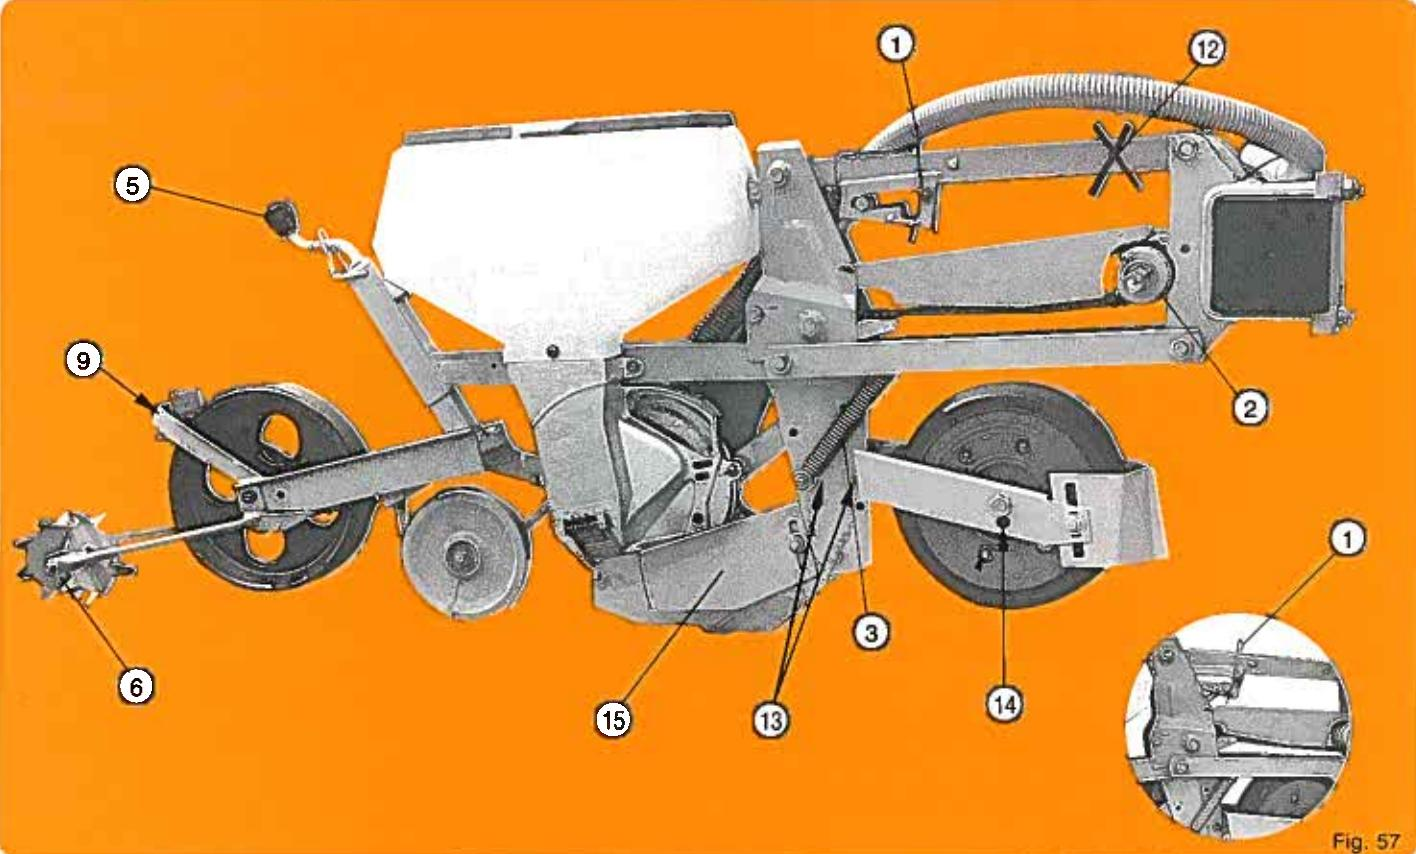

Fig. 57
Version de base (fig. 57) :
ATTENTION : avec roue avant ou double disque + roues accolées, le bras supérieur de parallélogramme doit être flottant : le trou (12) (fig. 57) doit donc être libre et sans boulon de blocage. Au travail, le 3^e point du tracteur sera à régler pour permettre un débattement convenable du bras et de l'élément (trou au centre de la lumière).
- ① Taquet d'accrochage en position relevée (fig. 57) : en cours de travail laisser le ressort dans son cran pour éviter les accrochages involontaires du taquet.
- ② Système de sécurité (fig. 57) : il provoque un cratotage sonore en cas de blocage de la distribution. Un arrêt est alors obligatoire (voir page 31).
- ⑤ Réglage du terrage (fig. 57) : une jauge graduée facilite l'uniformité du réglage.
- ⑥ Réglage de l'orientation des roto-hères (fig. 57) : à partir de son axe-boulon sur chacune des étoiles.
- ⑨ Réglages des décrottoirs de roues (fig. 57) : les décrottoirs doivent être réglés au plus près, sans serrage ni jeu afin d'effectuer un nettoyage convenable sans usure pré-maturité.
- ⑩ ⑪ Réglage de la hauteur de la roue avant : la position intermédiaire d'origine permet des terrages de 1,5 à 4 cm. Pour terrages supérieurs le bloc support doit être remonté et fixé en ⑫ par ses trous bas. Pour terrages inférieurs l'axe de roue doit être placé dans le trou inférieur ⑬.
- ⑭ Chasse-mottes : doit travailler superficiellement pour éviter les risques de bourrages au niveau du boîtier ou de la chaîne.
Basic version (fig. 57) :
ATTENTION: when using front press wheel or double disc openers with side press wheels, the upper arm of the parallelogram should be floating. Hole (12) (fig. 57) has therefore to be open and without a locking bolt. When operating, the top link of the tractor has to be adjusted to allow the arm of the metering unit to slide as needed. (The hole should be positioned in the middle of the slot.)
- ① Locking pawl to keep unit in a raised position (fig. 57); while planting, leave the spring in its notch to avoid involuntary lock-up of the locking pawl.
- ② Safety system (fig. 57): this causes the clutch to sound in case of a blockage in the metering system. When this clutching sound is heard, stop the machine immediately (see page 31).
- ⑤ Adjustment of the depth (fig. 57): a gradual scale makes it easier to set the units at a uniform depth.
- ⑥ Adjustment of the position of crumblers (fig. 57): this can be adjusted by the bolt of each spur.
- ⑨ Adjustment of wheel scrapers (fig. 57): scrapers have to be adjusted in such a way that they are neither too close nor too far from the wheel, so that proper cleaning can be done without causing early wear.
- ⑩ ⑪ Adjustment of the height of front press wheel: the original intermediate position enables planting from 1.5 to 4 cm. For deeper planting, the support bracket should be raised and mounted in the lower holes ⑫. For shallow planting the wheel spindle should be placed in the bottom hole ⑬.
- ⑯ Clod remover: has to work on the ground surface to avoid plugging at the metering box or chain.
Grundausführung (Abb. 57):
ACHTUNG: Wenn die vordere Andruckrolle oder Doppelscheibenschar mit Andruckrollen montiert sind, ist die Schraube aus dem oberen Parallelogramm zu entfernen (12) (Abb. 57) ohne Blockierungsschraube.
- ① Element in Transportstellung (Abb. 57): Beim Spannen der Feder wird der Sperrhebel aus der Kerbe gedrückt und das Element geht in Saatstellung zurück.
- ② Überlastregulierung (Abb. 57): Wenn Sie die Säischeibe blockiert, spricht die Rutschkopplung mit einem lauten Geräusch an. Dann ist die Maschine sofort anzuhalten (siehe Seite 31).
- ⑤ Tiefenregulierungen (Abb. 57): Beachten Sie die Tiefeinstellungsskala, auf der Sie die Tiefeinstellung ablesen können.
- ⑥ Einstellung der Scheibenkrümmer (Abb. 57): Diese kann mit einer Schraube auf jede gewünschte Breite eingestellt werden.
- ⑨ Einstellung der Abstreifer für die Andruckrollen (Abb. 57): Zum Reinigen der Räder. Die Abstreifer sind einzustellen, daß sie nicht zu nah und nicht zu weit von den Rädern entfernt sind, damit eine vollständige Reinigung erfolgen kann.
- ⑩ ⑪ Höhenregulierung der vorderen Andruckrolle: Die Original-Einstellung ist für Saatgitter von 1,5 - 4 cm gedacht. Für größere Saatgitter ist das Rad in das höhere Loch (13) zu montieren. Für flache Saatgitter ist das Rad in das tiefere Loch (14) zu montieren.
- ⑫ Klutenräume: Der Klutenräumer soll flach über dem Boden eingestellt werden, um etwaige Verstopfungen am Gehäuse bzw. an der Kette zu vermeiden.
Versión de base (fig. 57) :